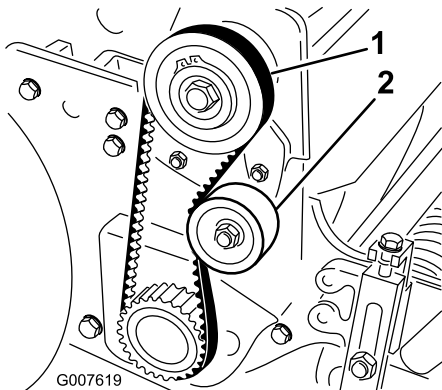

图37
2. 使用 1822N 的作用力按压皮带轮图37中间部位的皮带检查皮带的张紧力。皮带应下压 6mm。
- A. 松开怠轮皮带轮安装螺母并紧贴着皮带背面顺时针旋转怠轮皮带轮直至达到所需的皮带张紧力图37。